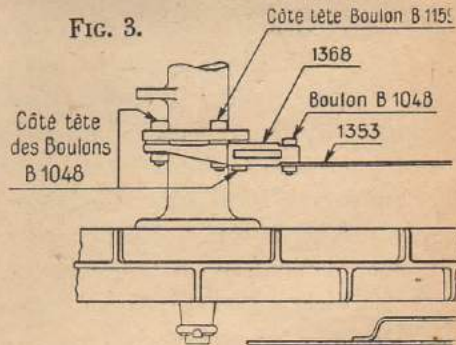
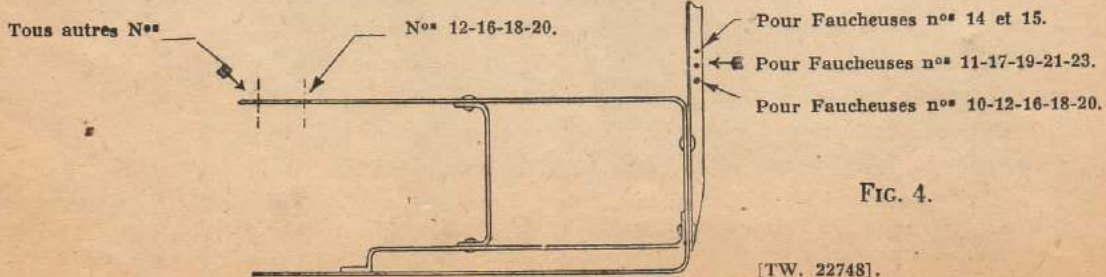

FIG. 3.
FIG. 4.
Faucheuse 21 et 23 fixer au bâti le support 1368 au moyen de 2 boulons B 1048 et B 1159. Tenir compte des indications de la figure 3 pour la position des têtes.
**Faucheuse 12-14-15-16-17-18-19-20:** dévisser seulement l'écrou du boulon fixant le levier au secteur, introduire le bout du boulon dans le trou indiqué sur la figure 4, et remettre l'écrou en place, « durant le dévissage et le revissage de l'écrou ne pas laisser tourner le boulon ce qui occasionnerait un blocage ou un jeu exagéré du levier N° 1440.
**Faucheuse 21 et 23,** au trou de la pièce 1368 (voir Fig. 3 et 4). Fixer l'étauçon 1339 à la cornière 1388 au moyen du boulon L 824 (voir position sur Fig. 4).